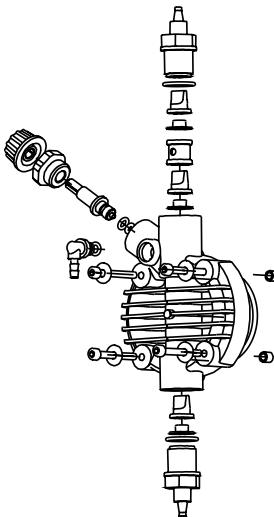

Fig. 10
2. Revise el funcionamiento de la bomba al menos cada 6 meses, así como la posición de los tornillos y de las juntas de impermeabilización. El control debe ser efectuado con más frecuencia en líquidos agresivos, poniendo especial atención en la concentración de aditivo en la instalación. Su reducción podría ser debida al desgaste de las válvulas (en tal caso se deben sustituir siguiendo los pasos de la Fig.10) o al atasco del filtro, que se debe limpiar como se indica en el punto 3.
También se puede efectuar esta operación de la forma siguiente: una vez la bomba está desconectada de la instalación, sujetela boca abajo por unos pocos segundos (15-30) sin que los tubos estén conectados a los empalmes. Si resulta imposible, desmontar y volver a montar el cuerpo de la bomba (Fig.10) utilizando los cuatro tornillos de fijación.
El sistema es robusto, por lo que no se producen averías graves. Eventualmente se pueden producir pérdidas de líquido de algún empalme o junta fijatubos sueltos, o con más frecuencia, de la rotura del tubo de eyección. Raramente se producen pérdidas a causa de la rotura de la membrana por desgaste o de su revestimiento de sujeción. Aún así, si se produjeran, dichos componentes se deben sustituir desmontando los cuatro tornillos del cuerpo de la bomba (Fig. 10), montándolos de nuevo y enroscándolos de modo uniforme. Una vez eliminada la pérdida, se debe limpiar la bomba dosificadora de eventuales residuos de aditivo que hayan quedado impregnados, ya que podrían agredir químicamente la bomba.
- Desmonte la válvula de aspiración y eyección. A continuación, límpiela y móntela otra vez en la misma posición (Fig. 10). En caso que se detectara un henchimiento de las válvulas, compruebe en el tablón correspondiente la compatibilidad del aditivo con el tipo de válvula montada en la bomba (válvula estándar de Vitron; la válvula esférica es opcional).